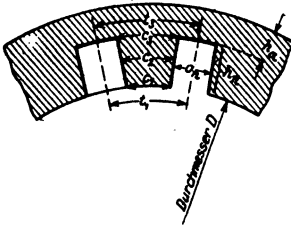

Abb. 236. Rechteckige Ständernut.
A. Rechteckige Nut. Bezeichnet t_1 die Nutenteilung, d. h. die Entfernung zweier Nutenmitten, gemessen auf dem zum Durchmesser D der Statorbohrung gehörigen Kreisumfang, k_1 die Nutenzahl, so ist (Abb. 236)